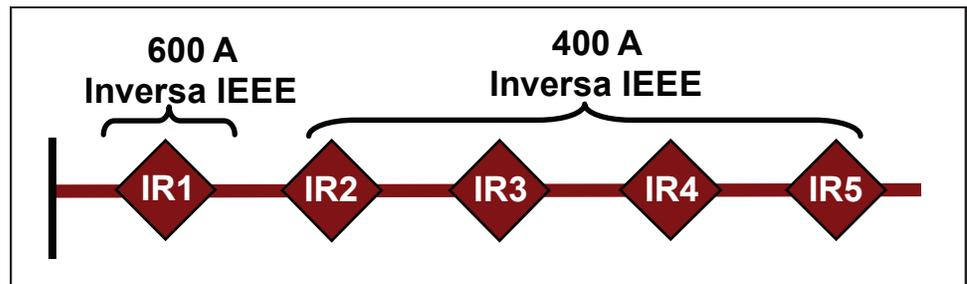

Figura 18. Falla temporal de la CEC; todos los interruptores de fallas IntelliRupter están cerrados y coordinados.
- Todos los interruptores de fallas IntelliRupter están cerrados y coordinados, donde es posible. Vea la Figura 18.